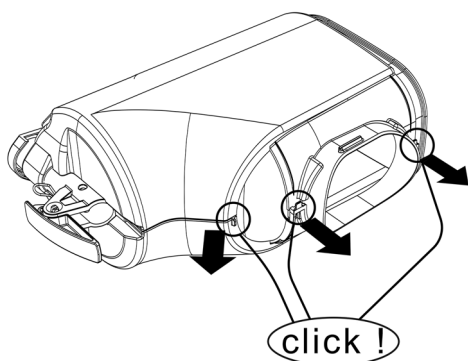

figura 16
- 1 Abra las dos partes (debe oírse un clic). (ver figura 16).